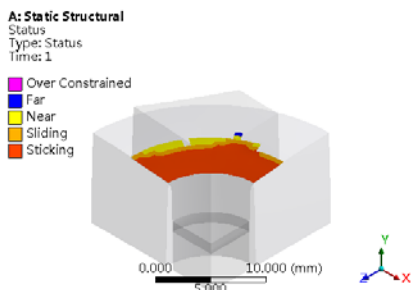
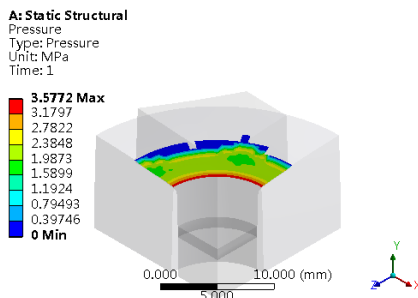

图 8-37 接触状态
图 8-38 接触压力
4) 在 Outline 树结构图 “Status” 上右击, 在弹出的快捷菜单中选择 “Evaluate All Results”, 此时进行求解, 求解后得到的图形如图 8-37 和图 8-38 所示。